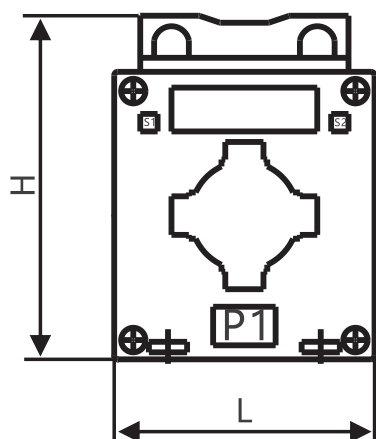
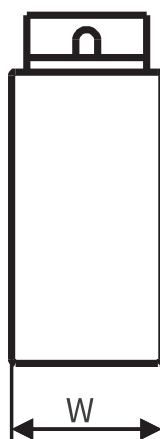
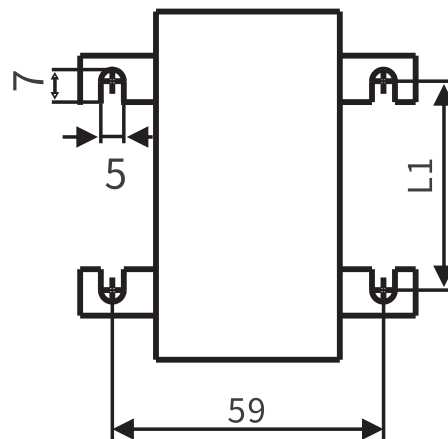

图1
图2
图3
4.1 外形及安装尺寸见图1、图2、图3和表1。
4.2 复匝式的外形及尺寸见图4和图5，安装尺寸见图3。